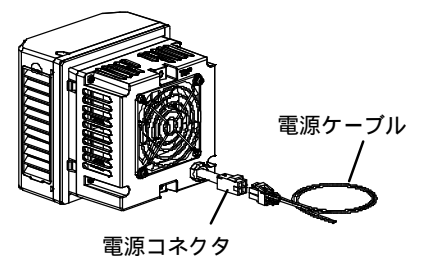

図 16
- 電源コネクタに付属の電源ケーブルを接続してください。(図 16)